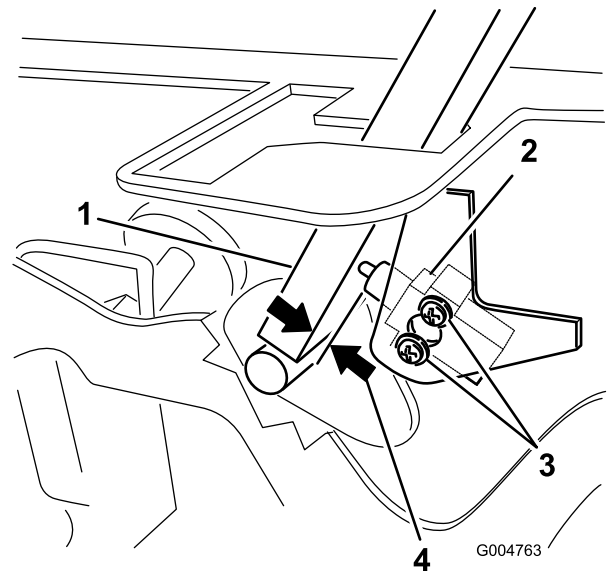

Bild 52
3. Lösen Sie die zwei Schrauben, mit denen der Sicherheitsschalter befestigt ist (Bild 52).
4. Halten Sie den Schaltbügel gegen den Rahmen und schieben den Schalter zum Hebel, bis der Abstand zwischen dem Hebel und dem Schaltergehäuse 0,4 mm bis 1 mm beträgt, wie in Bild 52 abgebildet.